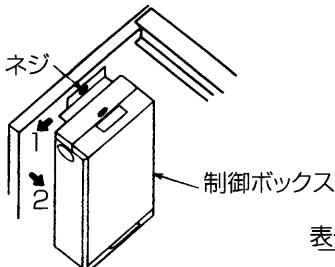

図12
1. ネジを緩め矢印の方向1,2の手順で制御ボックスを取外してください。(図12)